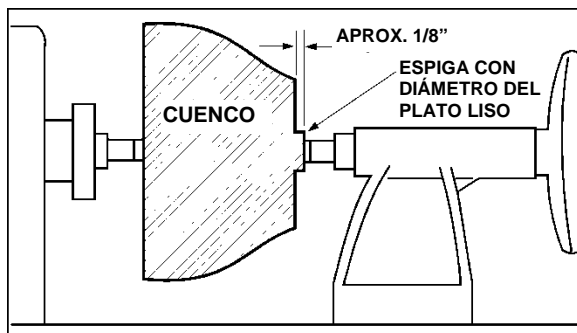

Figura 10-10
8. Tornee una espiga corta (de unos 1/8" de largo) del tamaño del agujero del plato liso. Vea la Figura 10-10. Esto permitirá centrar la pieza de trabajo cuando se sujeta la placa frontal.